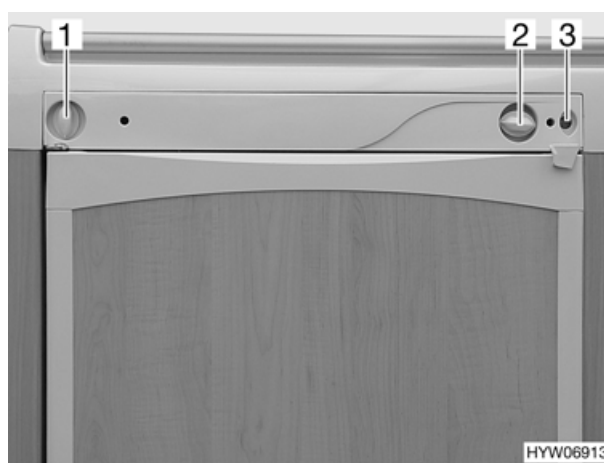

Bild 83 Bedienelemente für Kühlschrank (Variante 1)
- Energie-Wahlschalter (Bild 83,1) auf Gas stellen.
- Drehregler (Bild 83,2) drücken und gedrückt halten. Gaszufuhr ist geöffnet. Zündvorgang erfolgt automatisch. Kontroll-Leuchte (Bild 83,3) blinkt und tickendes Geräusch ist hörbar, bis Zündvorgang erfolgreich abgeschlossen ist.
- Drehregler (Bild 83,2) noch 10 bis 15 Sekunden gedrückt halten, dann loslassen. Falls die Flamme erlischt, wiederholt das Zündgerät automatisch den Zündvorgang.
- Energie-Wahlschalter (Bild 83,1) auf "O" stellen. Das Gerät ist abgeschaltet.
- Energie-Wahlschalter (Bild 83,1) auf 230-V-Betrieb  stellen.
- Kühltemperatur mit dem Drehregler (Bild 83,2) einstellen.
- Energie-Wahlschalter (Bild 83,1) auf 12-V-Betrieb  stellen.